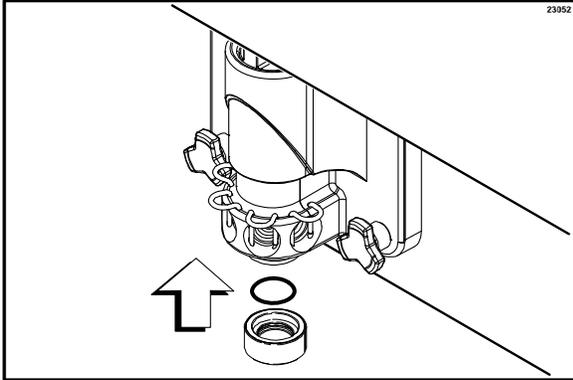

Figura 58
14. Coloque la junta tórica del surtidor en la tapa del surtidor. Llene la tapa del surtidor con solución desinfectante. Coloque la tapa del surtidor en la punta del surtidor de la puerta. (Vea la figura 58).